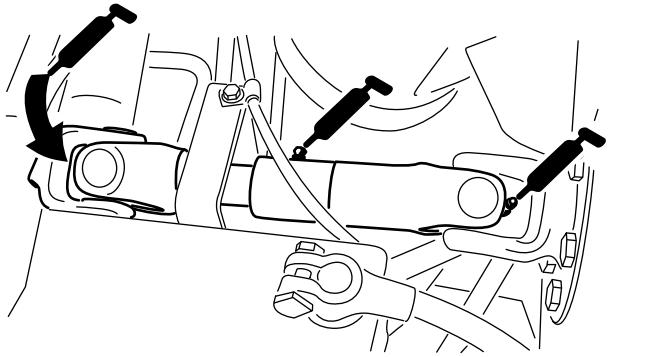

Рисунок 29
- Крестовина карданного вала насоса (3 шт) — Рисунок 29